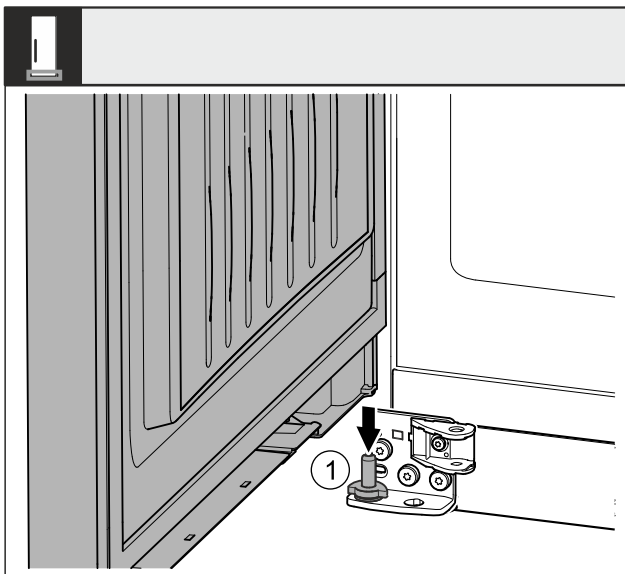

Fig. 37
- Placer la porte Fig. 37 (1) depuis le haut sur l'axe de palier inférieur.